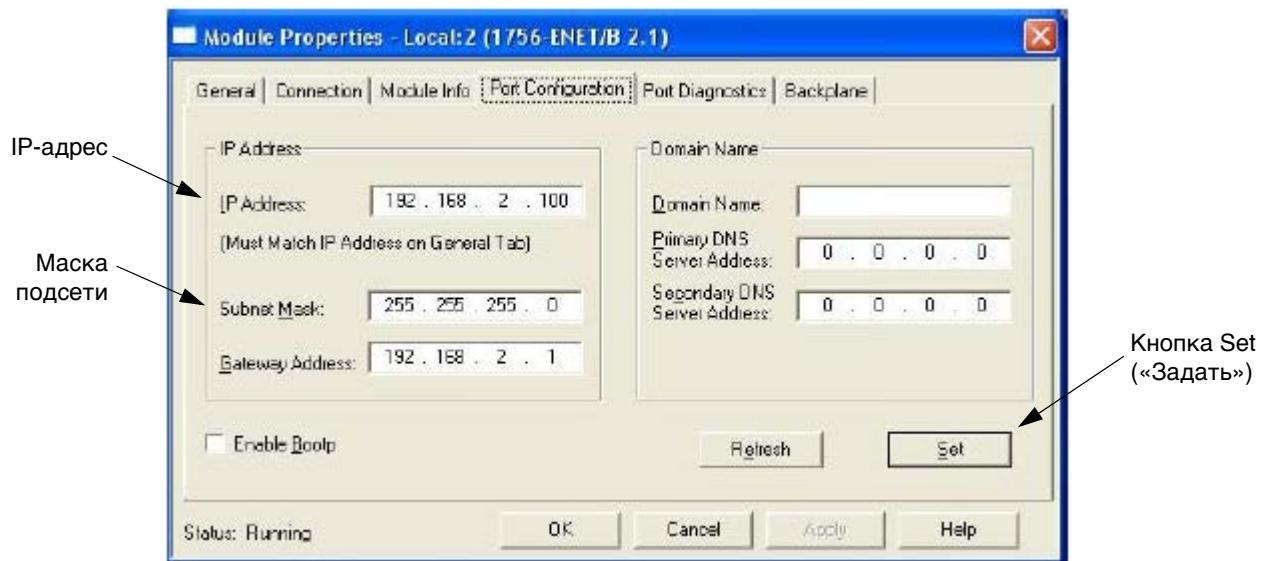

Рис. 71. Окно Port Configuration («Конфигурация порта»)
- h. Откройте вкладку Port Configuration («Конфигурация порта») в окне Module Properties («Свойства модуля»). См. Рис. 71.